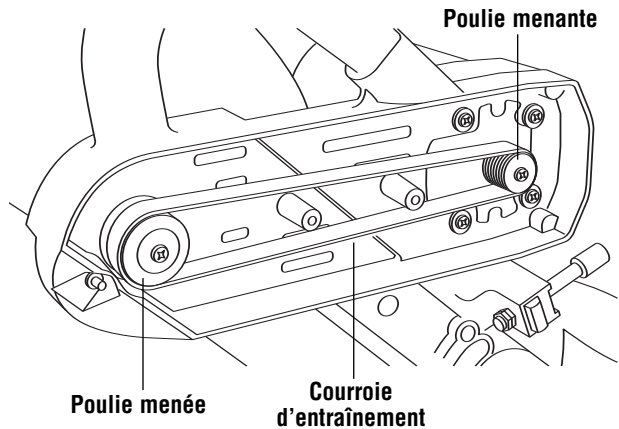

Figure 2. Remplacement de la courroie
3. Coupez et enlevez la courroie usée (Figure 2). Avant d'installer la courroie neuve, nettoyez bien les deux poulies.